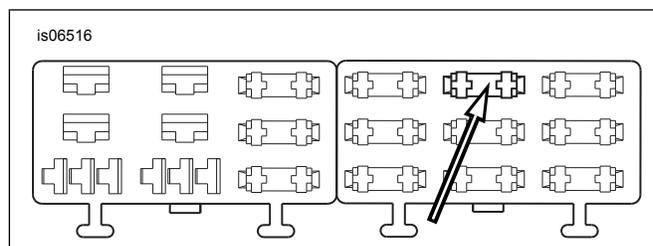

Figura 26. Cavidade do bloco de fusíveis "P&A IGN" (Softail ano 2004-2010)
4. Consultar Figura 26. Localize a cavidade do fusível indicada como "P&A IGN" na tampa do bloco de fusíveis, no bloco de fusíveis direito. Insira o terminal no fio adaptador cor de laranja/branco até parar. Verifique um terminal instalado de fábrica que se encontre próximo para efeitos de comparação, verificando a orientação e profundidade corretas.